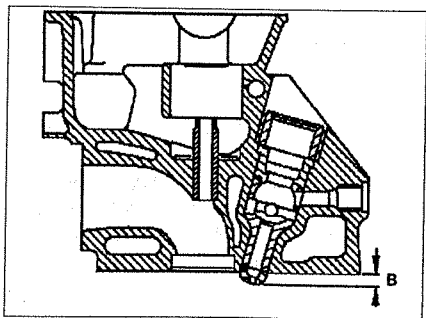

Рис. 4.22. Проверка выступания предкамеры:
Выступание нижней части предкамеры должно быть в пределах 7.6 – 8.1 мм (см.рис.4.22).
7. Открутите болт 12, снимите прокладку 13 и шкив распределительного вала 4 (см.рис.4.22).
10. Установка производится в порядке, обратном снятию. Смажьте распределительный вал 6 и установите его в головку блока цилиндров, чтобы метка ВМТ на распределительном валу (стрелка) была направлена вверх (см.рис.4.22). Метка на цепи ГРМ должна быть совмещена с меткой на шкиве распределительного вала 4. Перед установкой крышки головки блока цилиндров убедитесь, что метка ВМТ на распределительном валу и его шкиве 4 совпадают с меткой на цепи ГРМ 3. Затяжка болтов крепления крышек подшипников распределительного вала производится в порядке, обратном ослаблению. Фазы газораспределения двигателя приведены в таблице 4.1.
Рис. 4.22. Распределительный вал: 4. Шкив распределительного вала, 5. Крышка подшипника, 6. Распределительный вал, 8. Цилиндрический палец, 9. Регулировочные втулки, 10. Прокладка, 11, 12. Болт, 13. Прокладка, 14. Регулятор радиального биения.